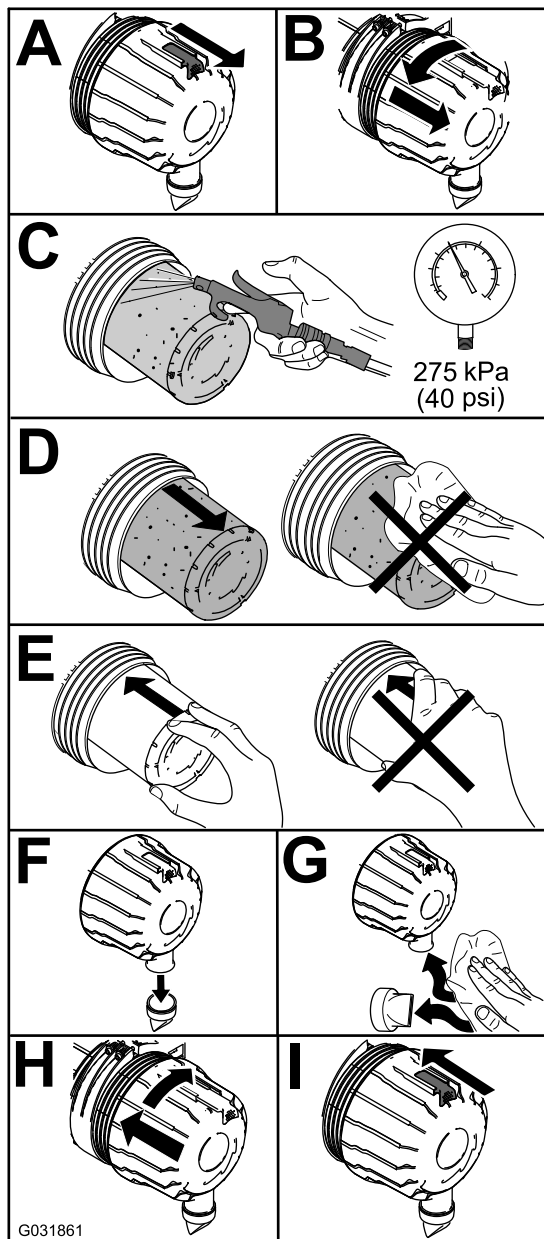

Bild 47
1. Tauschen Sie den Luftfilter aus (Bild 47).